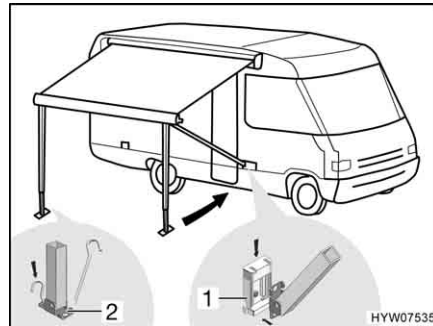

Fig. 19 Fissaggio dei montanti di supporto
- Incastrare i montanti di supporto nei supporti (Fig. 19,1) sul veicolo (se presenti), oppure fissarli sul terreno con dei puntelli (Fig. 19,2).